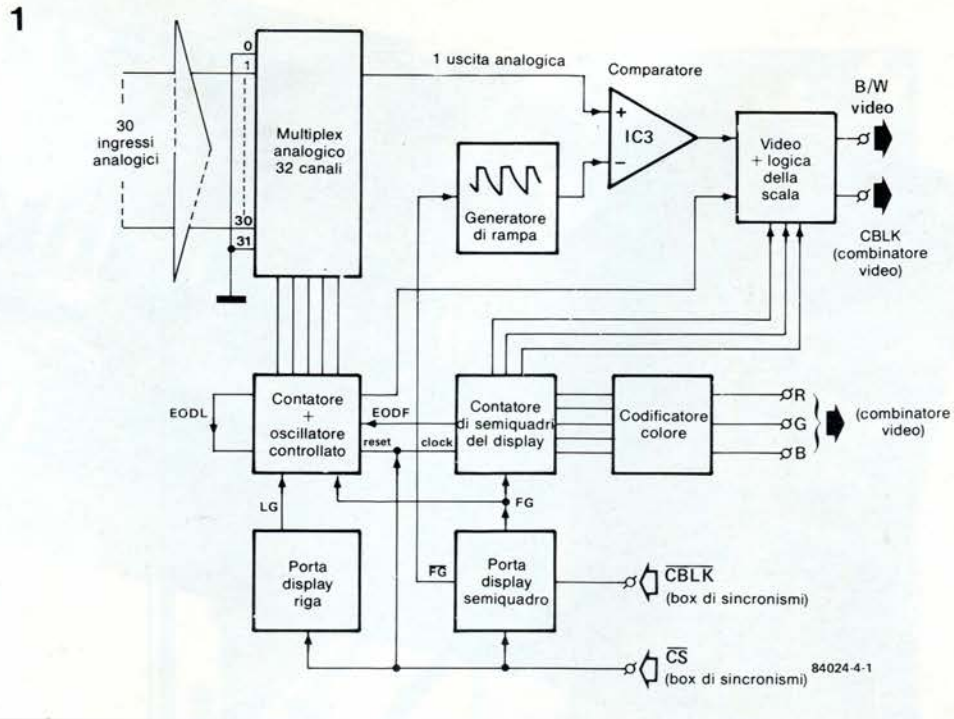

Figura 1. Il funzionamento del circuito può essere chiaramente compreso osservando lo schema a blocchi qui pubblicato.
Il disegno di Figura 1 mostra lo schema a blocchi del circuito. Un circuito multiplex analogico a 32 canali combina tutti i segnali di ingresso (numero massimo possibile: 31) in un segnale complesso che deve essere poi elaborato in sincronismo con i segnali video. I segnali necessari per la sincronizzazione sono forniti dal box di sincronismi video pubblicato nel numero 61 di Elektor (giugno 1984). Il segnale di uscita dal multiplex viene inviato ad un comparatore veloce (IC3), il cui punto di commutazione viene definito dalla tensione di riferimento applicata all'ingresso invertente. Questa tensione segue una caratteristica a denti di sega esponenziale, che è un modo facile per ottenere una divisione logaritmica molto precisa ( $\pm 1\%$ ). La tensione a denti di sega è sincronizzata alla frequenza di quadro del segnale video (50 Hz) mediante l'impulso di porta per la visualizzazione del semiquadro (FG); quest'ultimo viene generato dal segnale di sincronizzazione (CS) e dal segnale di cancellazione (CBLK). Il periodo totale della rampa equivale a circa 256 righe, perché questo è il numero di righe disponibili nel senso verticale per visualizzare i livelli di segnale. Il contatore dei semiquadri del display (DFC)